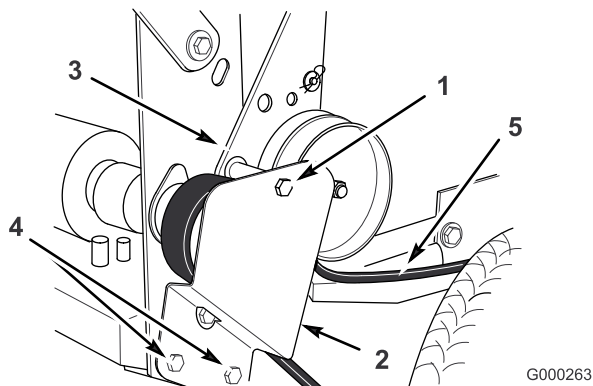

Figura 44
1. Retire el perno superior que fija los soportes de la polea tensora al bastidor trasero (Figura 44).
2. Afloje los dos tornillos de montaje inferiores lo suficiente para que la correa pueda pasar entre la polea de transmisión y el soporte de la polea tensora (Figura 44).
5. Coloque el perno superior que fija los soportes de la polea tensora al bastidor trasero (Figura 44).
6. Apriete los dos tornillos de montaje inferiores lo suficiente para que la correa pueda pasar entre la polea de transmisión y el soporte de la polea tensora (Figura 44).